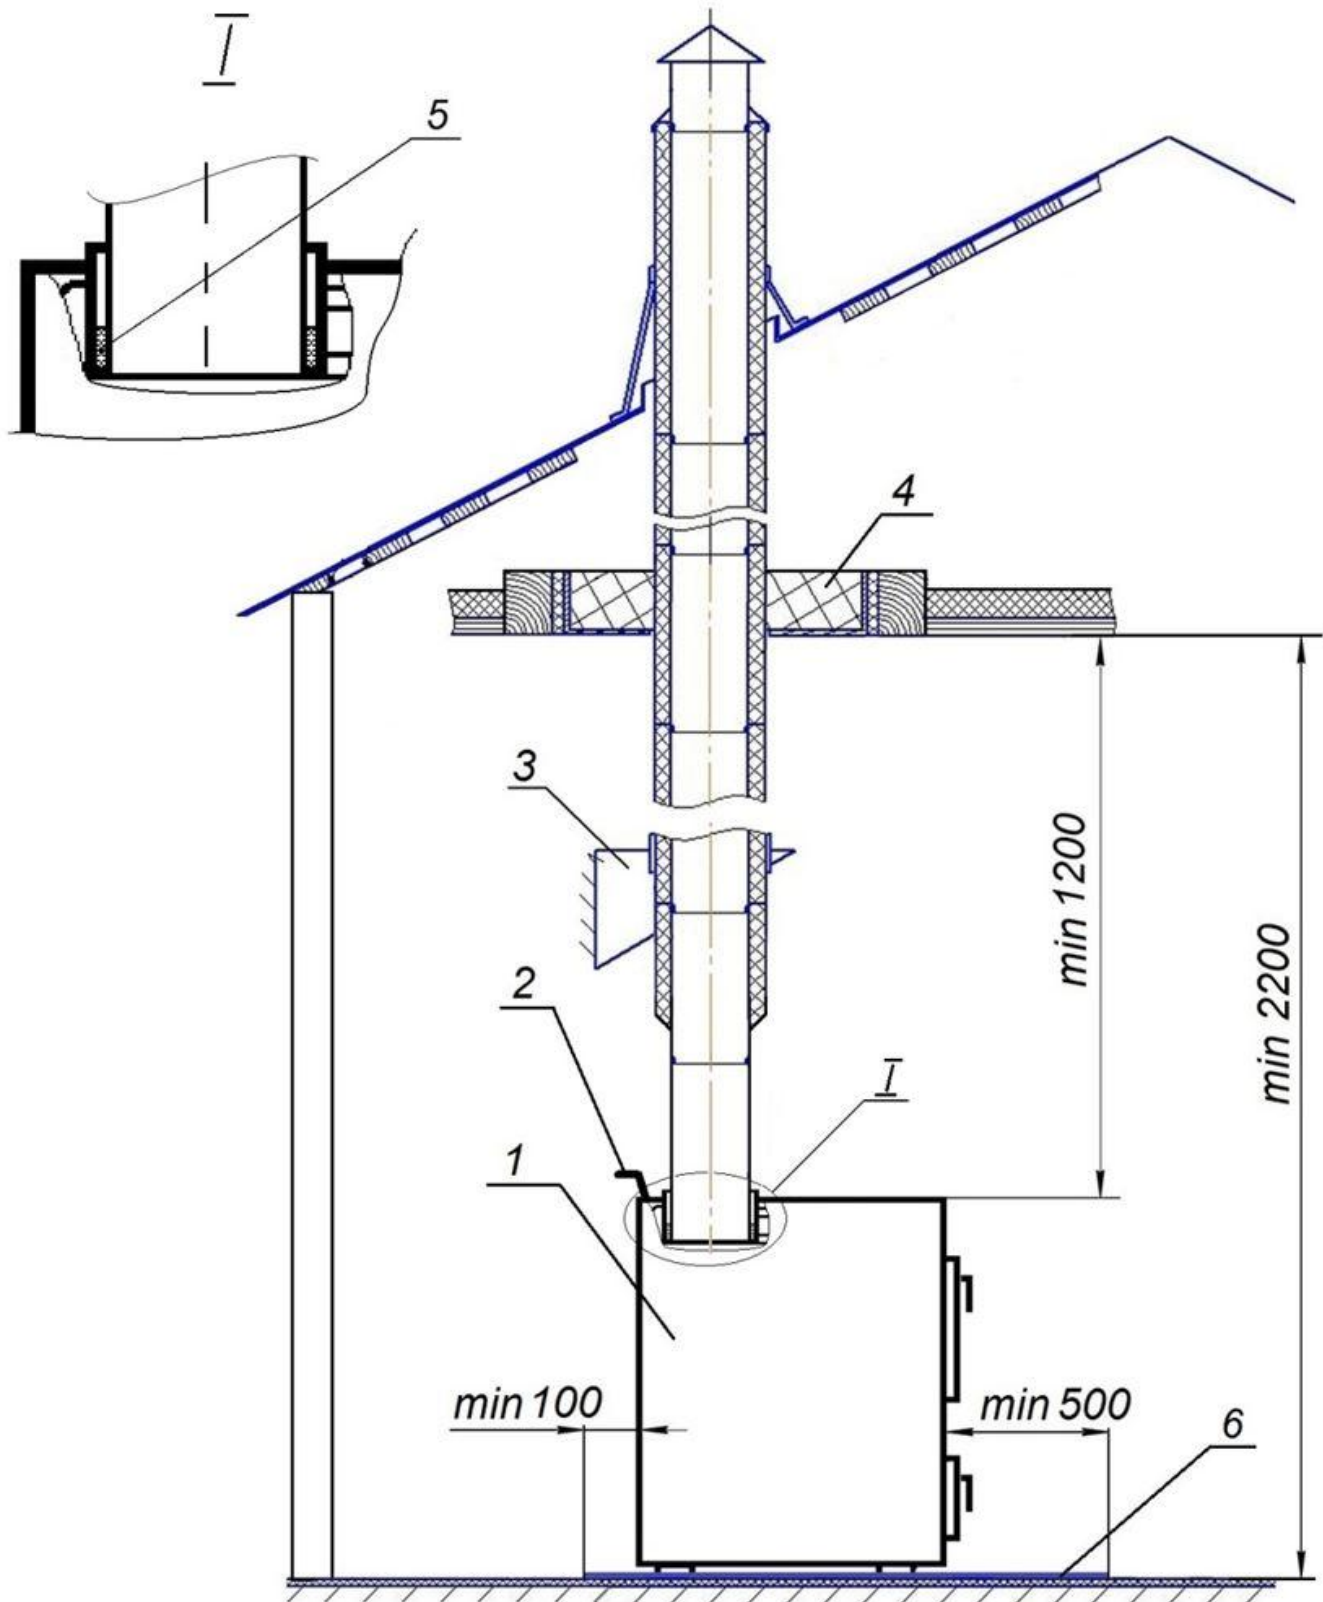

Рисунок 3. Схема монтажа печи и дымовой трубы.
4.8. Печь должна быть разгружена от веса дымовой трубы (поз.3 на рис.3).